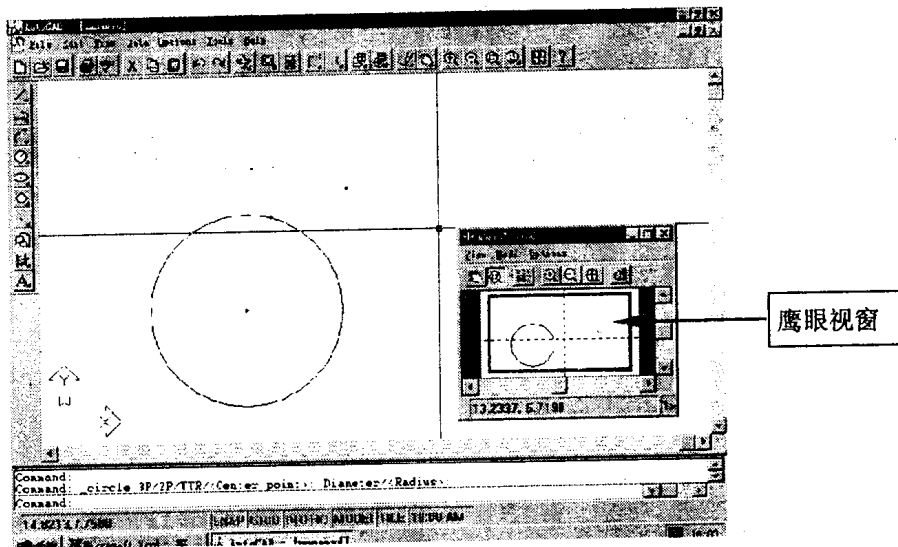

图 1-5 鹰眼功能
- Aerial View: 鹰眼功能, 即产生一个视窗 (见图 1-5);